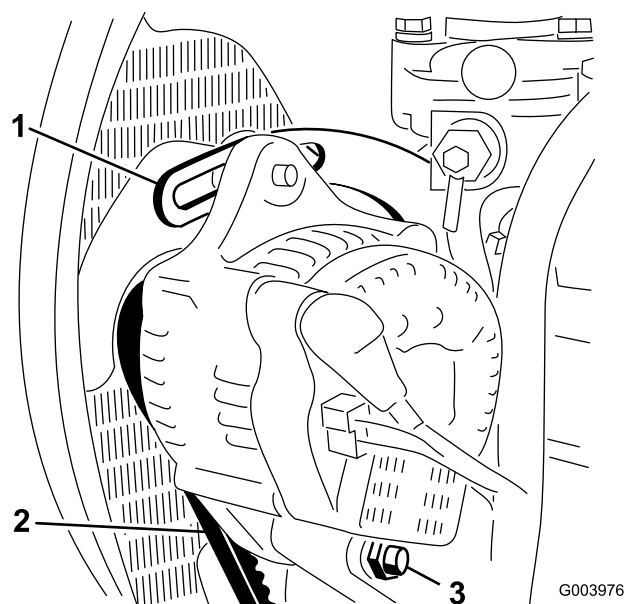

Figure 75
2. Contrôlez la tension de la courroie d'alternateur (Figure 75) en exerçant une force de 10 kg à mi-distance entre les poulies d'alternateur et de vilebrequin.
3. Desserrez le boulon de fixation du renfort au moteur (Figure 75), le boulon de fixation de l'alternateur au renfort et le boulon de pivot.